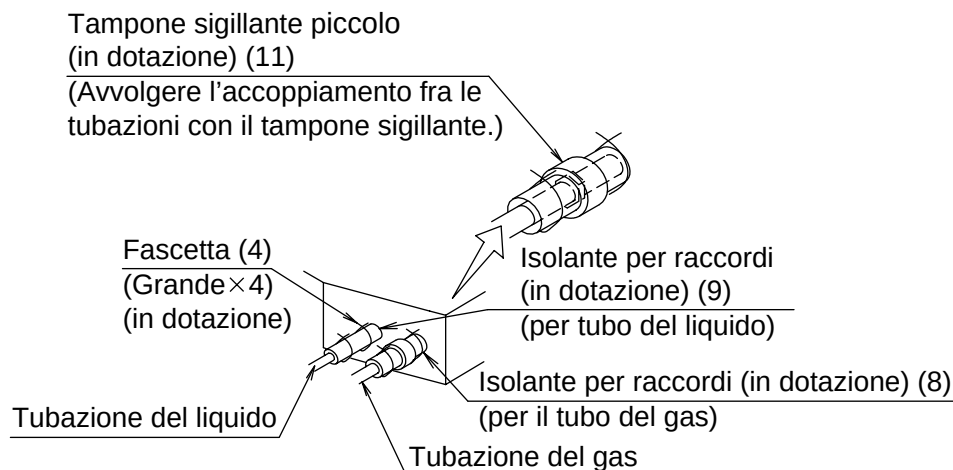

Fig. 16
(Fare riferimento alla Fig. 16)
- Avvolgere il tampone sigillante (11) intorno all'isolante dei giunti soltanto dal lato della tubazione del gas.
- (Fare riferimento alla Fig. 16)**